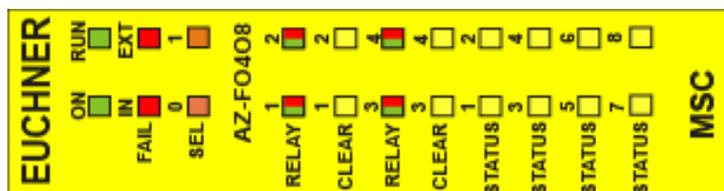

Figura 23:
8.3.11. Módulo AZ-FO4F08 (Figura 23)